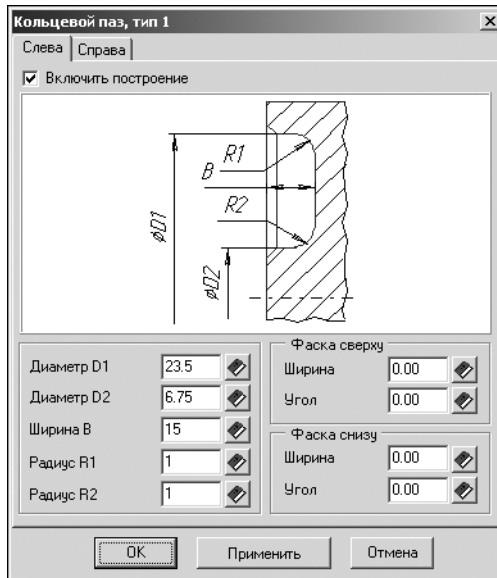

Рис. 4.33.
4. Укажите последовательно строки **Кольцевой паз – Тип 1**. Щелкните левой клавишей мыши. Откроется окно **Кольцевой паз, тип 1** (рис. 4.33).